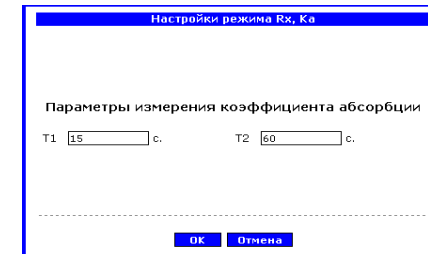

Рисунок 8.22
3) По умолчанию измерение будет выполняться при следующих отсчетах времени: T1=15 с, T2=60 с. Значения T1 и T2 могут быть изменены, для чего щелкнуть по кнопке **Дополнительные опции** (поз. 22), в открывшемся окне выбрать вариант "Настройки режима Rx и Ka" и в появившемся окне (рисунок 8.22) ввести любые значения T1 и T2 в диапазоне от 15 до 60 с, причем T2 должно быть больше T1.